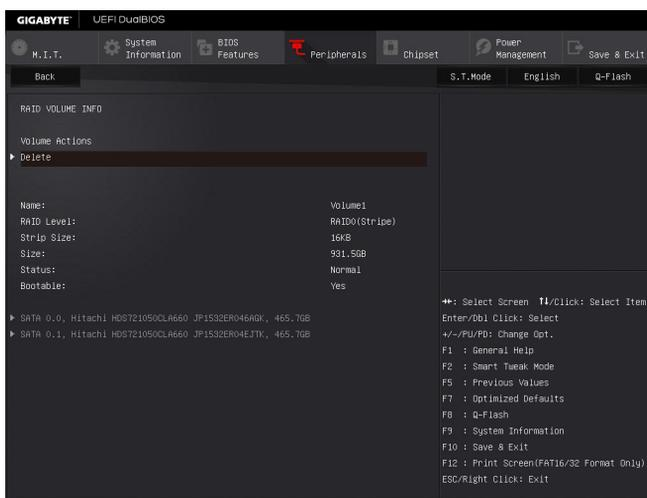

図 7
完了すると、**Intel(R) Rapid Storage Technology** 画面に戻ります。**RAID Volumes** に新しい RAID ボリュームが表示されます。詳細情報を見るには、ボリューム上で <Enter> を押し RAID レベルの情報、ストライブブロックサイズ、アレイ名、アレイ容量などを確認します (図 7)。